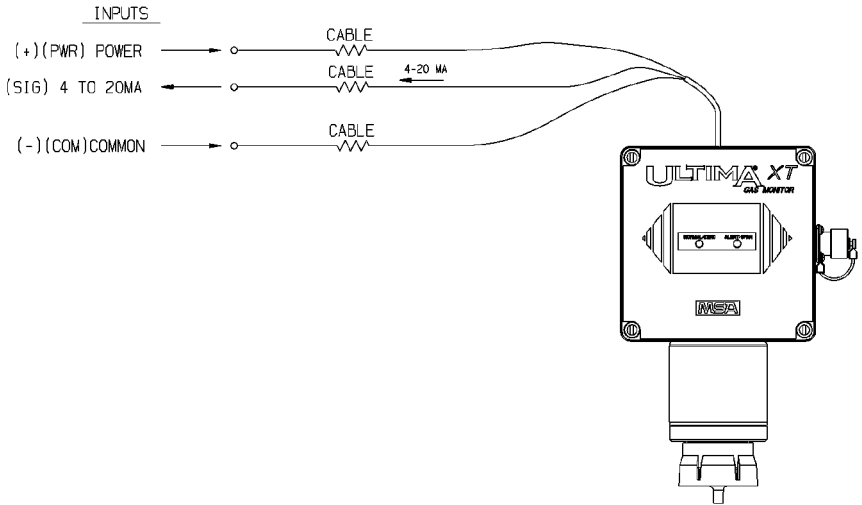
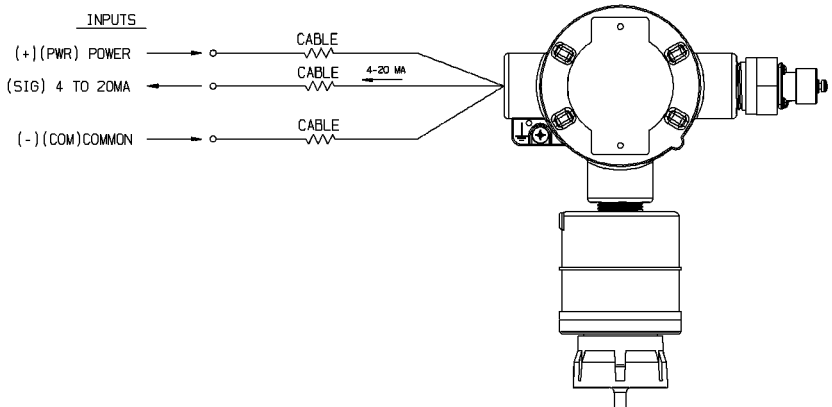

Рис. 10 Работа газоанализатора в корпусе общего назначения при трехпроводном подключении в режиме 4-20 мА
Рис. 11 Работа газоанализатора во взрывобезопасном корпусе при трехпроводном подключении в режиме 4-20 мА
- Газоанализаторы ULTIMA XL/XT работают в режиме источника тока [→ Рис. 10 для общего применения] [→ Рис. 11 для взрывобезопасных].